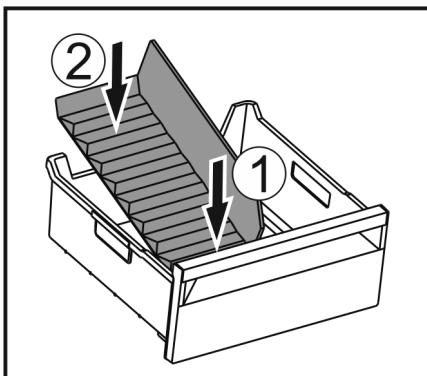

Fig. 165
- ▶ Vorderen Teil des Eisfach-Trenners einsetzen. Fig. 165 (1)
- ▶ Hinteren Teil des Eisfach-Trenners bis zum Schubfachboden absenken. Fig. 165 (2)